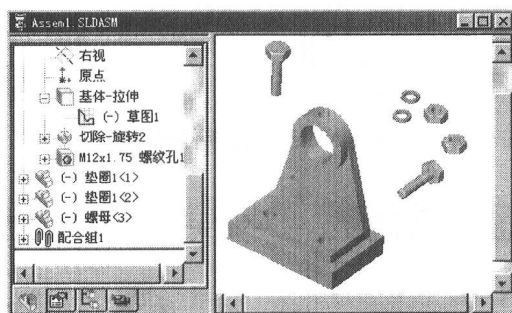
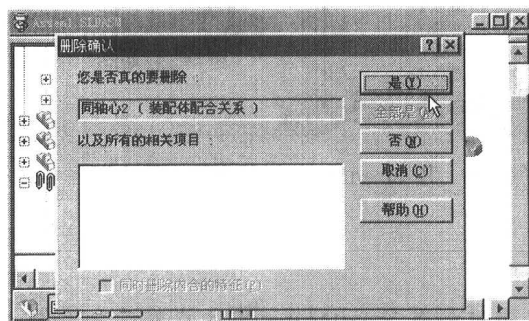

图 1-15 用 SmartMates 进行零件同轴心配合
图 1-16 删除配合组中的配合项
(12) 单击确认应用按钮，结果如图 1-15 所示。在特征管理器的配合组中，可以看到已经生成的配合情况，分别列出了每种配合的类型及配合零件的名称。如果想要删除某种配合，只要在特征管理器中选择其名称，单击鼠标右键，选择快捷菜单中的【删除】，或按键盘的删除键，将弹出一个删除确认对话框（如图 1-16 所示），用以确定是否真正删除某一配合及其相关项目。